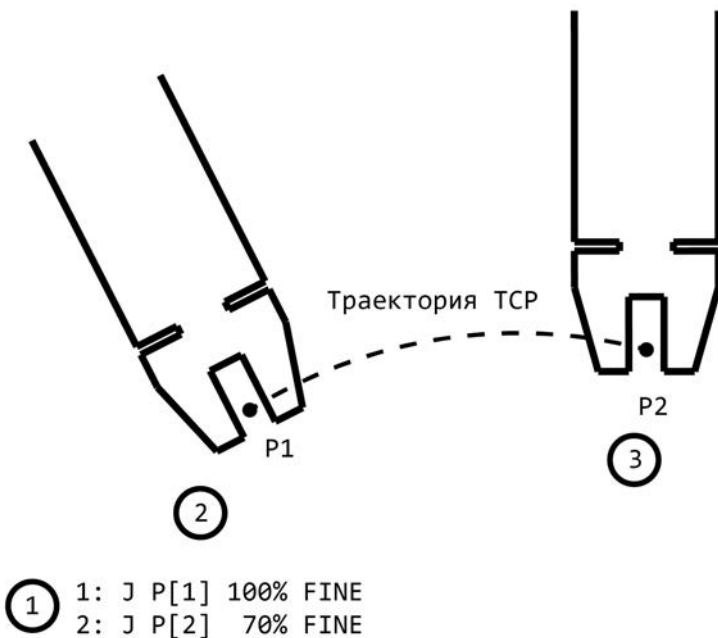

Рис. 18: Движение шарнира J
**Движение шарнира J** задаёт перемещение робота из одного положения в другое одновременным поворотом всех шарниров на определённый угол. Результирующая траектория, как правило, нелинейна (рисунок 18). В процессе перемещения ориентация инструмента может изменяться. Скорость движения указывается в процентах от максимально возможной.